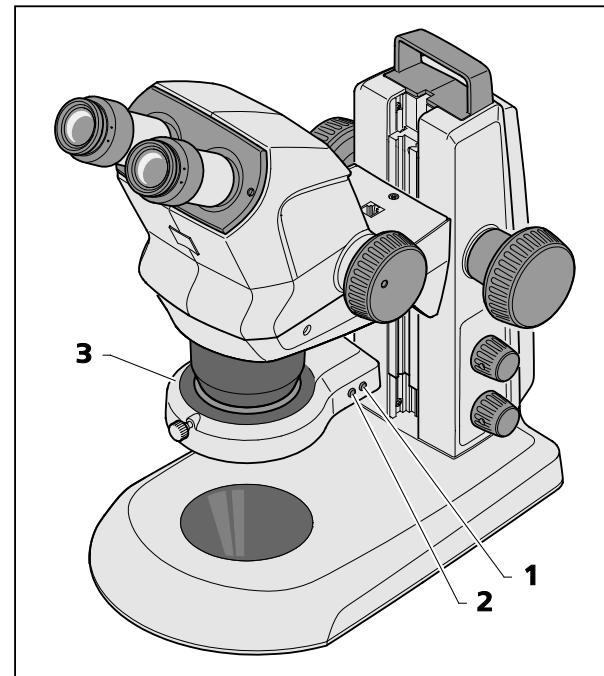

Bild 17 Ringleuchte
- Durch aufeinanderfolgendes Drücken des vorderen Knopfes (Bild 17/2) kann zwischen vier Beleuchtungszuständen der Ringleuchte (Bild 17/3) gewechselt werden:
- Durch einmaliges kurzes Drücken des hinteren Knopfes (Bild 17/1) wird das eingestellte Segment jeweils um eine Viertel-Drehung im Uhrzeigersinn weiter gedreht.
- Durch Drücken und Halten des hinteren Knopfes (Bild 17/1) länger als 2 Sekunden wird das eingestellte Segment in kontinuierliche Rotation versetzt (Drehung in 1/8 Kreisschritten, jeweils 1 Sekunde pro Umdrehung).
- Durch erneutes Drücken des hinteren Knopfes (Bild 17/1) wird die Rotation gestoppt und das Objekt wieder von hinten beleuchtet.